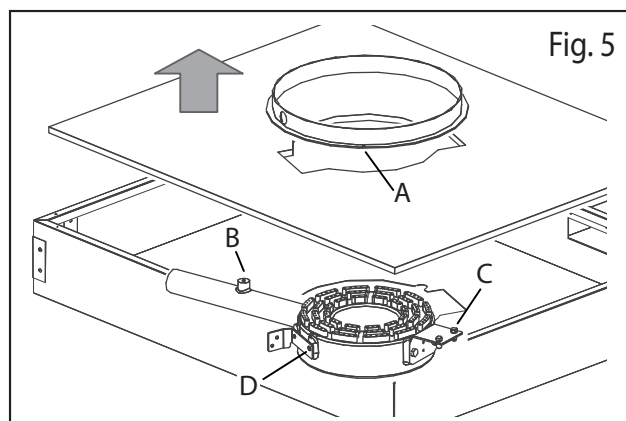

Fig. 5
Plaque coup de feu 980: Dévisser les vis de fixation du convoyeur chaleur (Fig. 5/A)
- Enlever l'isolant et dévisser le brûleur de la chambre de combustion (Fig. 5/B+C)
- Dévisser les supports (Fig. 5/C+D) et les revisser au nouveau brûleur